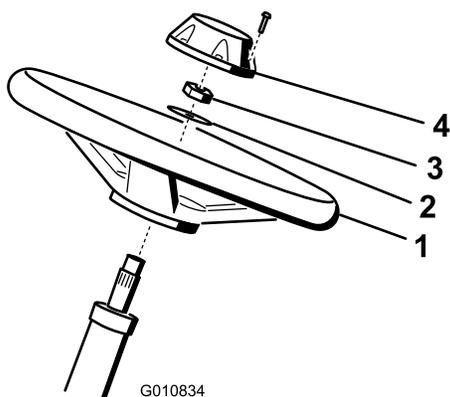

Рисунок 5
- Наденьте рулевое колесо на рулевой вал (Рисунок 5).
- Наденьте шайбу на рулевой вал (Рисунок 5).
- Закрепите рулевое колесо на валу контргайкой и затяните ее с моментом 27-35 Н·м (Рисунок 5).
- Установите крышку на рулевом колесе и закрепите ее 6 болтами (Рисунок 5).